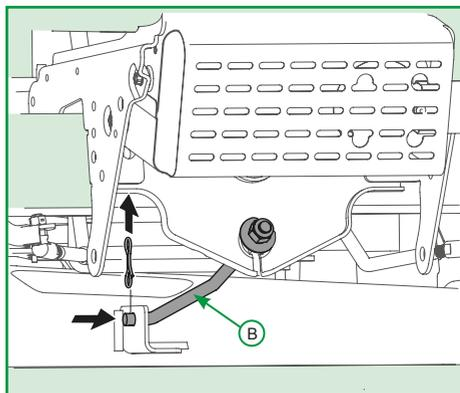

Figura 7
6. Cuidadosamente, ajuste a plataforma de corte deslizando-a para fixação da haste (B) no suporte do trator encaixando-a e prendendo com uma presilha, conforme Figura 7;